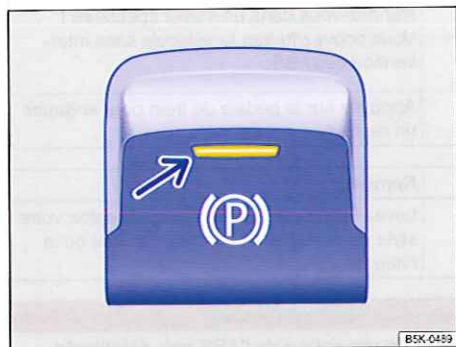

Fig. 150 Dans la partie inférieure de la console centrale : touche du frein de stationnement électronique
- Tirez la touche  $\Rightarrow$ fig. 150 et maintenez-la dans cette position.
- Lorsque le témoin de contrôle intégré à la touche $\Rightarrow$ fig. 150 (flèche) et le témoin de contrôle rouge sont allumés  sur l'afficheur du combiné d'instruments, le frein de stationnement électronique est actionné $\Rightarrow$ page 208.
- Appuyez sur la touche  $\Rightarrow$ fig. 150. Appuyez en même temps à fond sur la pédale de frein ou appuyez légèrement sur l'accélérateur lorsque le moteur tourne.
- Le témoin de contrôle intégré à la touche $\Rightarrow$ fig. 150 (flèche) et le témoin de contrôle  rouge sur l'afficheur du combiné d'instruments s'éteignent.
Vous pouvez empêcher le desserrage automatique du frein de stationnement électronique en tirant de manière continue la touche  $\Rightarrow$ fig. 150 vers le haut pendant le démarrage.
- Maintenez la touche  $\Rightarrow$ fig. 150 tirée pour freiner le véhicule efficacement. Un signal sonore retentit en même temps.